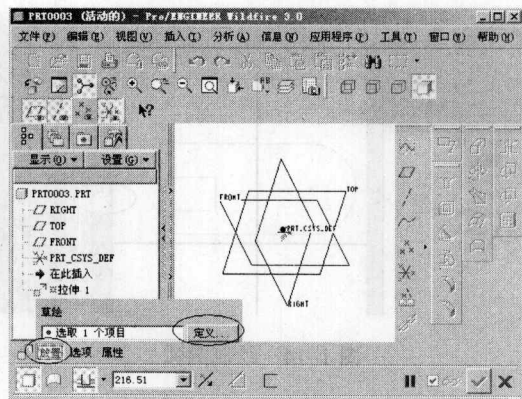

图 1-11 操控板选择
- (2) 出现操控板后,单击【放置】选项,再单击【定义】按钮,如图 1-11 所示。